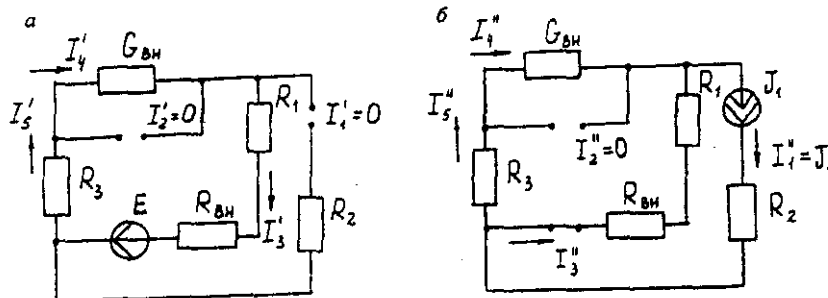

Рис. 1.5. Схема электрической цепи для метода наложения при исключении источника тока (а) и вызванные источником тока (б)
Определяем составляющие токов в ветвях (I'_3, I'_4, I'_5), вызванные источником э. д. с. (E) при исключении источников тока (J_1) и (J_2) (рис. 1.5, а). Направление токов в цепи определяется согласно направлению источника э. д. с. (E)
Определяем составляющие токов в ветвях (I''_3, I''_4, I''_5), вызванные источником тока (J_1) (рис. 1.5, б) при исключении источника тока (J_2) и источника, э. д. с. (E) которого закорачивается. Направление токов в ветвях определяется согласно направлению (J_1).